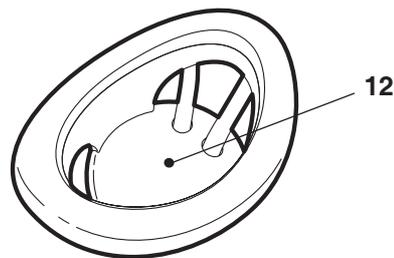

Fig. 7
Le purgeur d'air automatique permet de vider les bulles d'air emprisonnées à l'intérieur de la pompe. Pendant ce processus, l'air s'échappe par le trou d'aération (12) de la pompe et des bulles d'air se forment sous l'eau. Cela peut prendre plusieurs secondes lors de la première utilisation de la pompe (Fig. 7).